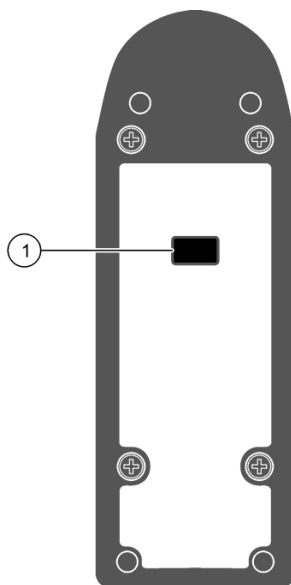

图 6 MP 仪表底视图
通过 MP-Dock 配件包 (MPDOCK)，用户可以将存储的测试数据下载到 PC 或电子表格。MP-Dock 通过 USB 端口供电，因此不需要外部电源。数据通过 MP 仪表底部上的红外 (IR) 数据端口（图 6）传输到 MP-Dock，然后传输到 PC。